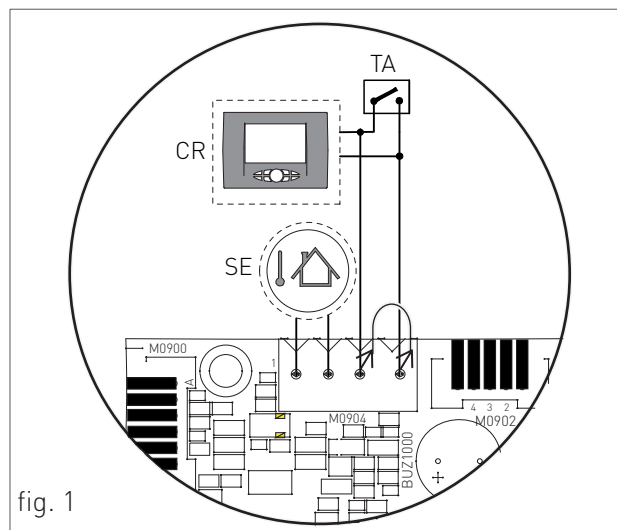

fig. 1
- Pentru termostatul de ambianță sau telecomandă, scoateți mai întâi puntea de pe contactele terminalului M0904 și apoi conectați cei doi conductori nepolarizați ai termostatului de ambianță sau telecomandă (consultați „TA” sau „CR” fig. 1).